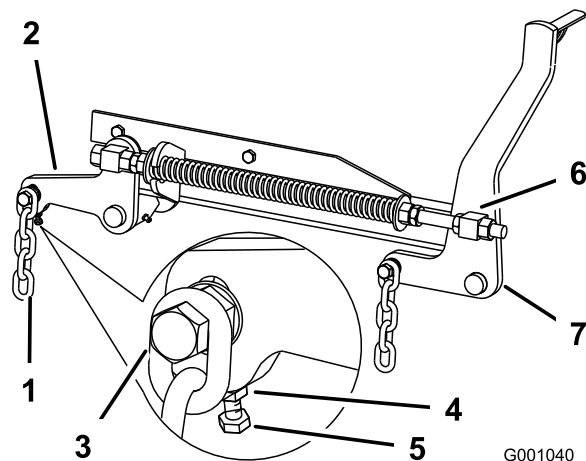

Figura 111
7. Se as medições nas posições **B** ou **C** não estiverem corretas, desaperte o parafuso que fixa a correia traseira ao braço de suporte traseiro (**Figura 111**).
8. Desaperte a porca de retenção debaixo do braço de suporte traseiro e ajuste o parafuso de ajuste para obter uma medição de 80 a 83 mm; consulte **Figura 111**.
7. Desaperte as porcas de retenção das articulações frontais, na dianteira das articulações direita e esquerda, aproximadamente 13 mm (Figura 111).
8. Ajuste as porcas de elevação tanto no lado direito como esquerdo da máquina para obter 6 a 10 mm mais baixo na frente em **A** do que atrás em **B** (Figura 111).